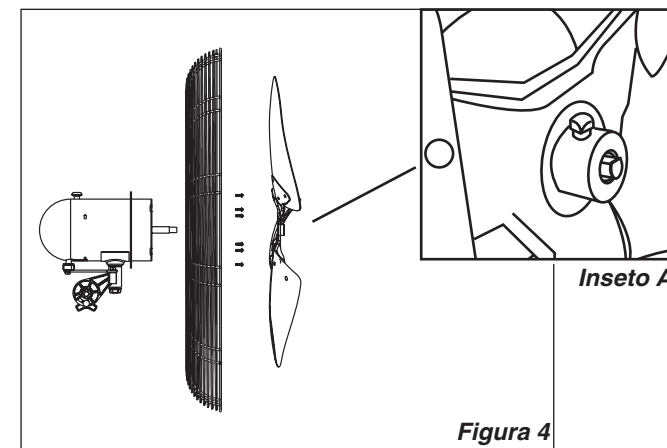

Figura 4
1. Instale la Parrilla Trasera en el Motor, alineando los seis agujeros de la parrilla con los seis agujeros roscados de la brida de montaje del motor. Instale (6) tornillos hexagonales de 10-32 x 5/16 a través de la parrilla trasera y dentro de la brida de montaje. apriete firmemente los (6) tornillos. (Figura 4)